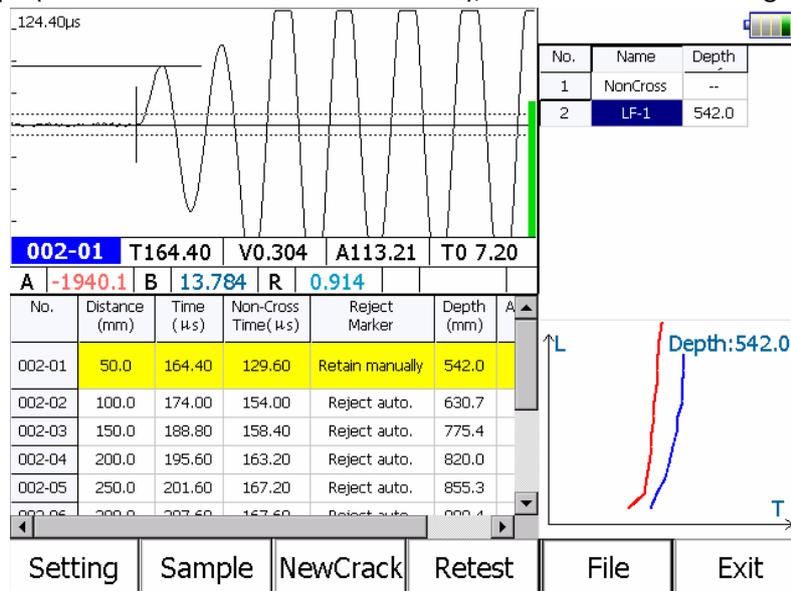

Figura 7.1 Interfaccia principale del crack test
Premere **Detecting Depth of Crack** nell'interfaccia di avvio ed eseguire il metodo a ultrasuoni per testare la profondità della crepa (denominata "test di crack" in breve), come mostrato nella Figura 7.1
1) **Area dei pulsanti funzione:** l'area dei pulsanti funzione si trova nella parte inferiore dell'interfaccia, composta principalmente da una serie di pulsanti funzione che possono implementare funzioni comuni tra cui **File**, **Setting** e **Sampling**; in particolare, **New crack** serve per creare un nuovo crack e il nome predefinito del nuovo crack è il nome dell'ultima crepa più 1 come mostrato nella Figura 7.1. Quando il pulsante diventa grigio, indica che la funzione nello stato corrente non è valida.